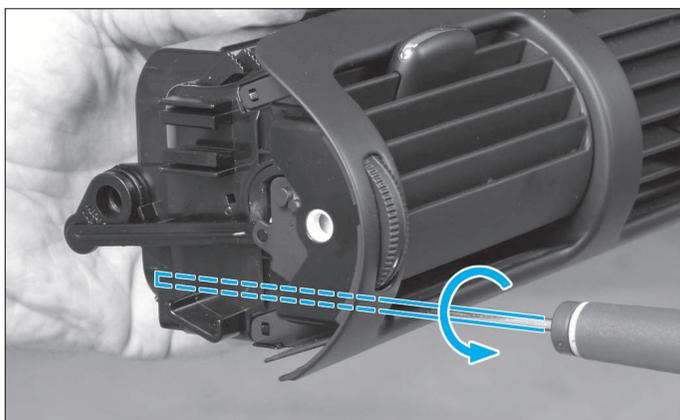

FIG. 25
- Déposer la vis de fixation à empreinte Torx T15 (Fig.25).